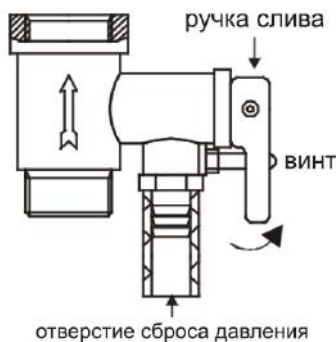

Рисунок 8
6. Чтобы слить воду из внутреннего резервуара необходимо, воспользоваться предохранительным клапаном: открутить винт ручки слива предохранительного клапана и перевести ручку слива в верхнее положение, при этом кран выхода горячей воды должен быть открыт, а кран подачи холодной воды в водонагреватель должен быть перекрыт (см. рисунок 8). Из отверстия сброса давления предохранительного клапана потечет вода.